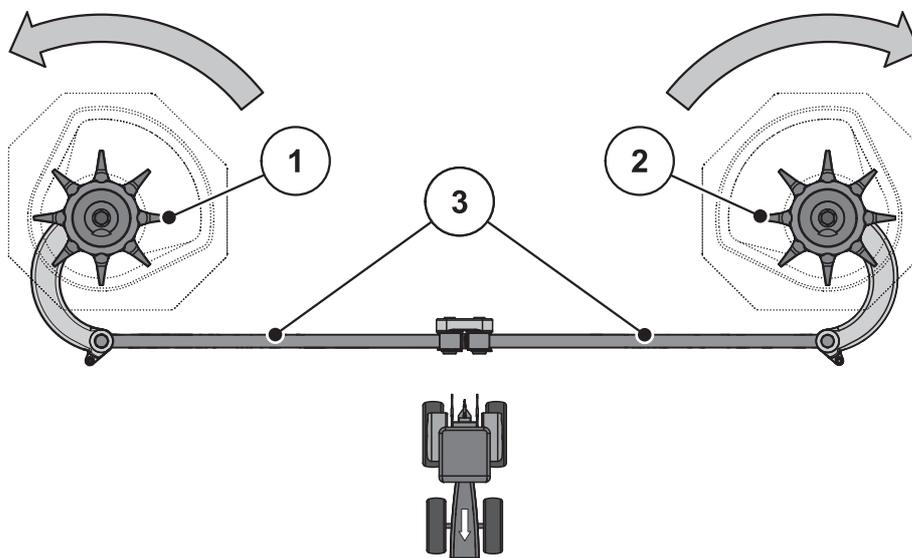

Figura 10.13: Controllo dell'azionamento dell'agitatore
2. Ruotare manualmente la testa dell'agitatore **nel senso di rotazione del disco di lancio**. Vedere figura 10.13.
3. Ruotare con forza la testa dell'agitatore manualmente o con il nastro del filtro dell'olio **nel senso di rotazione contrario rispetto a quello del disco di lancio**. Vedere figura 10.13.